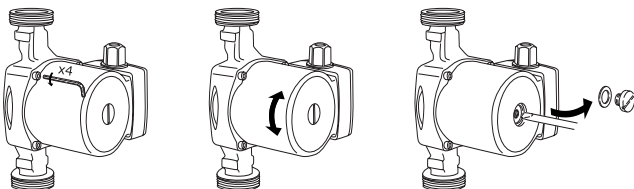

рис. 5
Если при поставке клеммная коробка циркуляционного насоса не находится в требуемом положении, можно повернуть головку электродвигателя до монтажа насоса. Для этого отвинтите винты на корпусе насоса и поверните головку электродвигателя в требуемое положение (см. рис. 5).
- Убедитесь в том, что ротор по-прежнему вращается свободно. Для этого отвинтите резьбовую заглушку отверстия для удаления воздуха (см. рис. 5) и с помощью плоской отвертки прокрутите вал электродвигателя. Вал с ротором должны вращаться свободно. По окончании плотно завинтите резьбовую заглушку отверстия для удаления воздуха отверткой до упора.